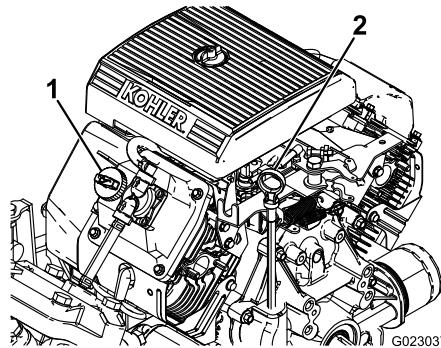

Figura 42
2. Retire a vareta e limpe-a com um pano limpo (Figura 42). Volte a colocar a vareta no tubo e verifique se está completamente introduzida. Retire a vareta e verifique o nível de óleo.
3. Se o nível de óleo estiver baixo, retire a tampa de enchimento da cobertura das válvulas (Figura 42) e adicione lentamente óleo suficiente na abertura até que o nível suba até à marca CHEIO da vareta. Adicione o óleo lentamente e verifique o nível com alguma frequência durante o procedimento. Não encha demasiado.
- Coloque lentamente cerca de 80% da quantidade de óleo especificada no bocal de enchimento do óleo (Figura 42).